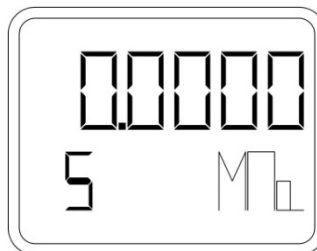

Рисунок 23 – Установка нижнего предела измерения без подачи опорного давления
- При помощи кнопки «М» (или «S») зайти в пункт меню 5 (рисунок 23).